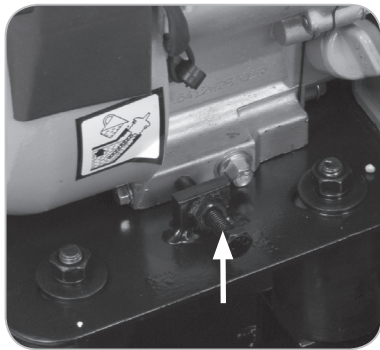

Fig. 17
- Desserrez les quatre (4) écrous à tête hexagonale avec une pince (non fournie).
- Glisser le moteur vers l'arrière ou vers l'avant pour modifier la tension de la courroie. Une vis d'ajustement (**Fig. 17**) est disposée à l'avant du moteur pour permettre un positionnement précis du moteur.